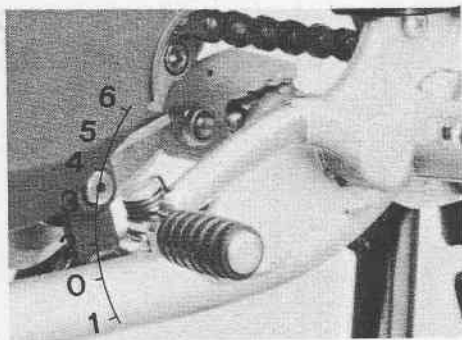

Fig. 7 - Cambio
- mettere il cambio in posizione di folle (Fig. 7)
- tirare a fondo la leva della frizione e innestare la 1a marcia (pedale verso il basso Fig. 7)